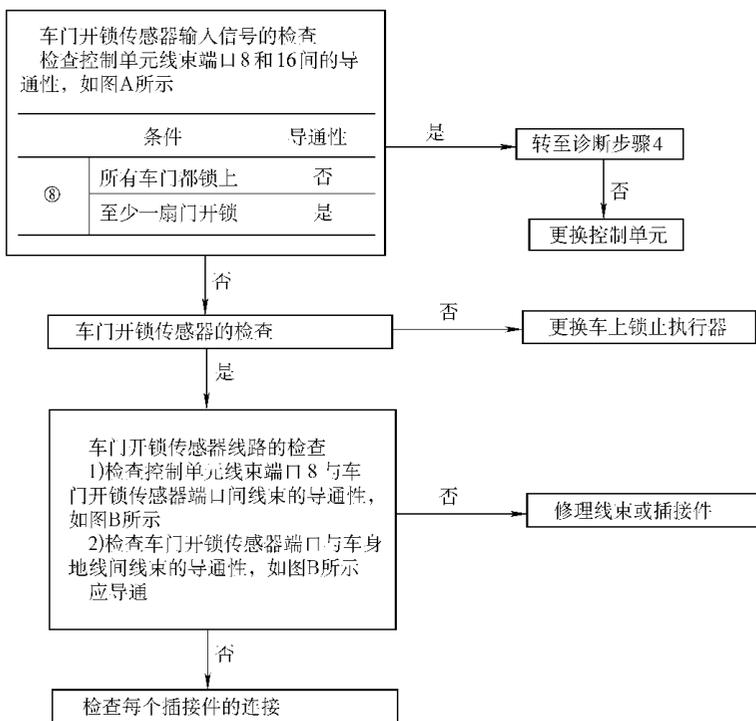

图 3-60 诊断步骤 3 流程 (续)
(1) 故障：指示灯不亮。
(2) 诊断流程，如图 3-60 所示。